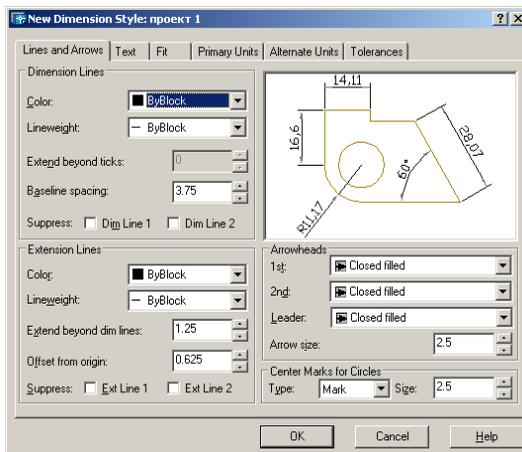

Рис. 1.62. Диалоговое окно определения параметров размерного стиля: вкладка линий и стрелок
После введения в поле **New Style Name**: имени создаваемого размерного стиля на экране появится диалоговое окно **New Dimension Style**, показанное на рис. 1.62.
- вкладка **Lines and Arrows** (см. рис. 1.62) позволяет осуществлять: